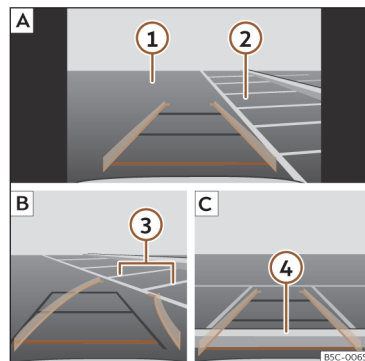

Fig. 154 Visualización en la pantalla del sistema de infotainment: aparcar con el asistente de marcha atrás.
Leyenda de la >>> **fig. 154:**
- Sitúe el vehículo delante del hueco de aparcamiento >>> **fig. 154** **2** **A**.